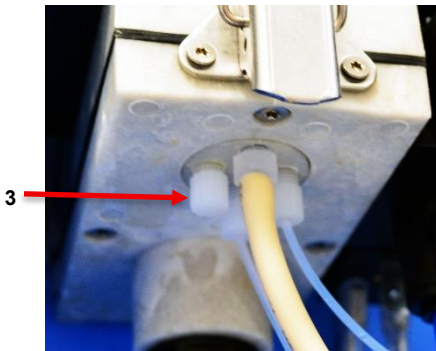

Abbildung 2
7. Entfernen Sie eine Kappe am freien Schlaucheinlass (3) der Messkammer (Abbildung 2).